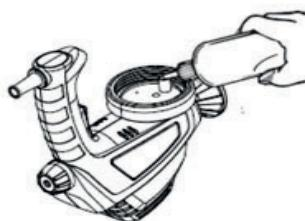

Рис. 8
5. Для защиты от коррозии переверните краскопульт, добавьте несколько капель масла низкой вязкости в оба отверстия на основании емкости (Рис.8). Кратковременно включите краскопульт для смазки поршня и плунжера.